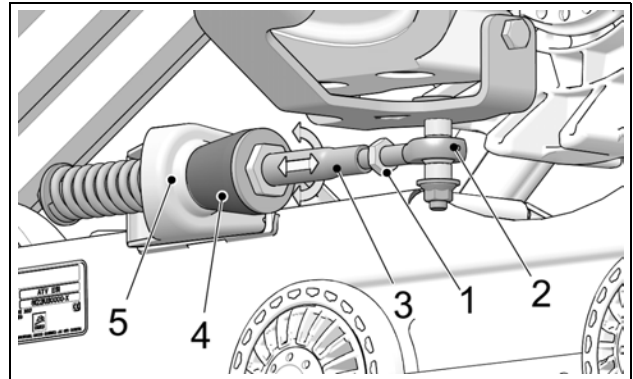

Figure 15
- Desserrer le contre-écrou (1). Ajuster la longueur de l'embout à rotule (2) en tournant le bras stabilisateur (3) jusqu'à ce que le cône de caoutchouc (4) touche légèrement au support (5). Figure 15.